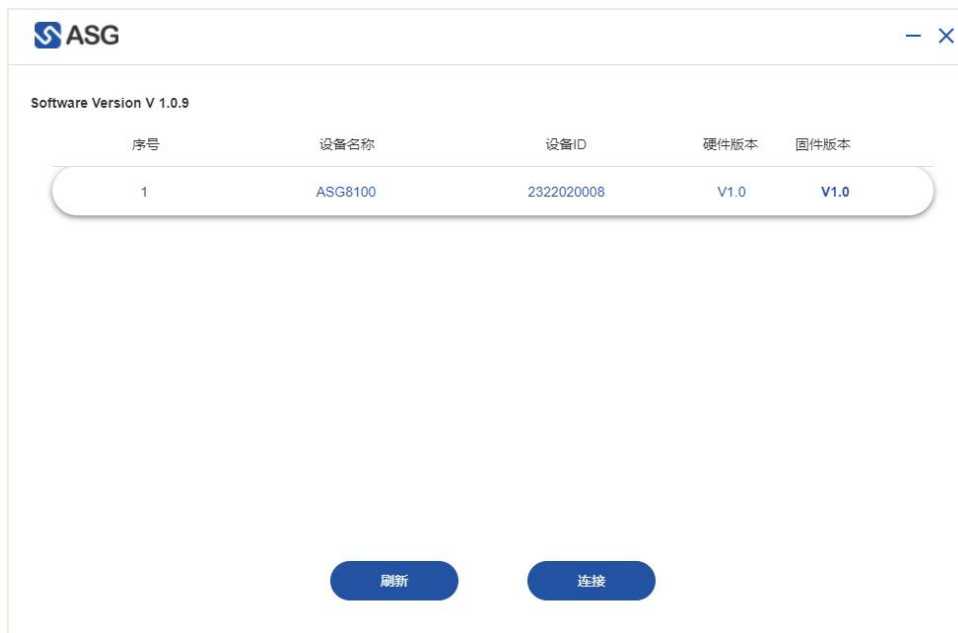

图 3.2.2 ASG8100 操作软件连接模块
2. 选中需要连接的设备，点击 Connect（如图 3.2.2 所示），连接成功会跳转设备控制页面。